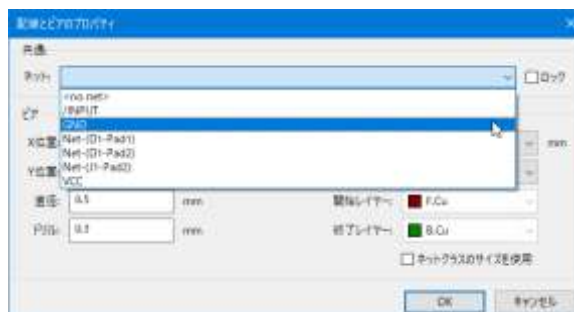

図 A-9
- ① 右ツールバー 「ビアを追加」選択
- ② ビア：0.50mm を選択
- ③ 基板上の任意のところにビアを追加
- ④ ESC でツール選択解除
- ⑤ マウスポインタを追加したビアに合わせてショートカット E
- ⑥ ネットを GND とする。 図 A-9